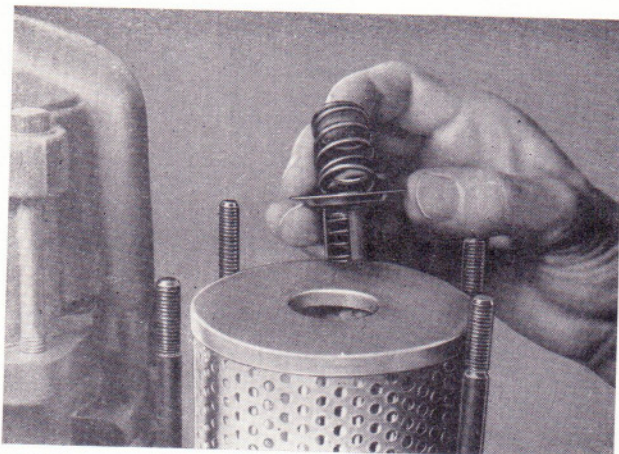

Bild 169
- Umgehungsventil und Druckfeder aufsetzen (Bild 169).